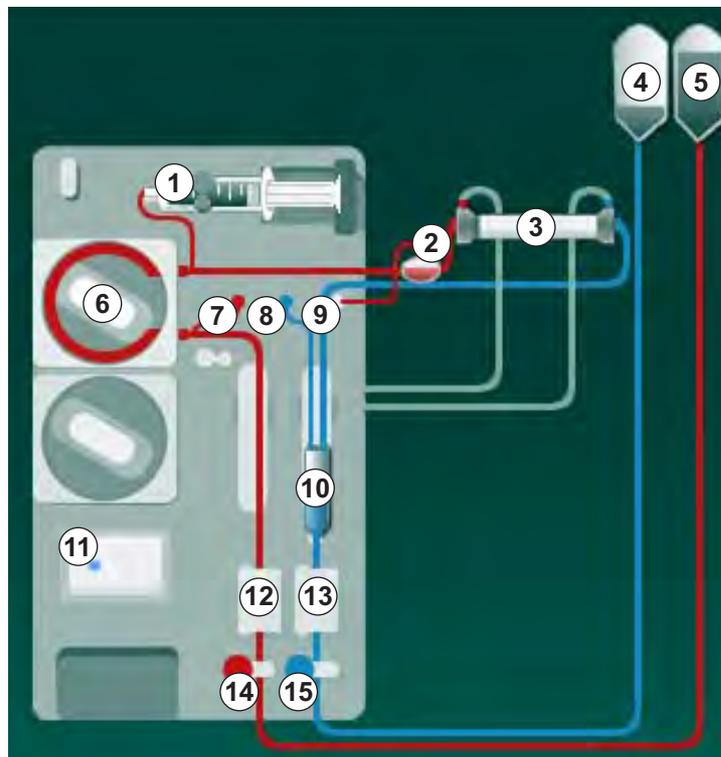

Abb. 5-8 Einlegen des Blutschlauchsystems für das Vorbereiten mit Beuteln
- ### 2. Dialysatorkupplungen von der Spülbrücke abnehmen und am Dialysator (Abb. 5-8 Einlegen des Blutschlauchsystems für das Vorbereiten mit Beuteln (97),) anschließen, wenn das Gerät dazu auffordert. Farbcodierung beachten: